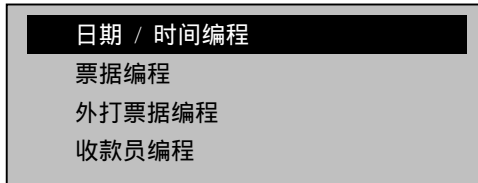

图 3-8
- 1) 运用选择定位操作，将光条定位于“日期/时间编程”，如图 3-8 所示：